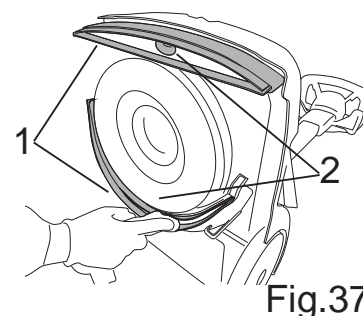

Fig.37
- Reinigen Sie die Lippen beider Saugfüße mit einem feuchten Tuch (Abb. 37, Pkt. 1).
- Reinigen Sie den Saugkollektor beider Saugfüße (Abb. 37, Pkt. 2).